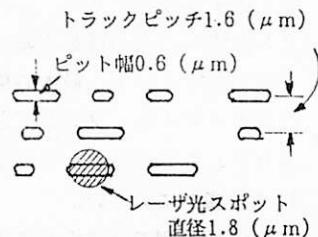
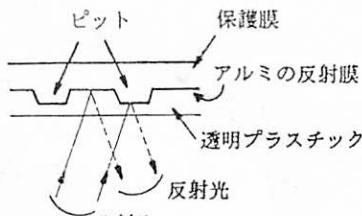
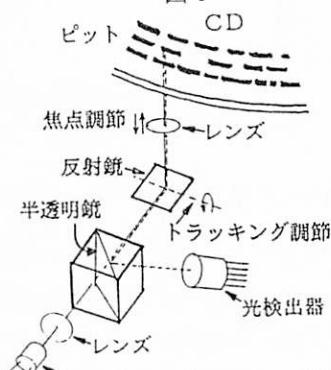

図 3
図 4
図 5
次に CD の機構について説明しよう。ピカピカに光る CD の円盤には図 3 のようなくぼみがある。このくぼみをピットと呼び、規則正しく並べられ一つのピットの幅は 0.6 ( $\mu\text{m}$ )、長さは 1~3 ( $\mu\text{m}$ ) 程度で、隣の列までの距離は 1.6 ( $\mu\text{m}$ ) で非常に狭い。いま 1 枚の CD のピット数を計算すると、サンプリング周波数を 44.1 KHz、および 16 ビットとすると、音を 1 秒間出すためにビット数は  $44.1 \times 10^3 \times 16 = 7.05 \times 10^5$  (約 70 万ビット)、1 枚の演奏時間が 50 分であるから  $7 \times 10^5 \times 50 \times 60 = 2.1 \times 10^9$  (21 百個) 存在する。もちろん個々のピットは特殊な顕微鏡を使わないと見られないが、細かいピットが集まっている証拠に、自然光で面を見ると虹色が見られる。これは空中の微細な水滴に太陽光が当たると虹を発生するのと同じ原理で小さなピットの集まりなことが分かる。さて、このピットを作るにはレーザ光を使用する。まず全面に薄い感光剤を塗った回転している円盤に、音声のデジタル化で得られたパルスでオン、オフしたレーザ光を当て露光して現像、定着処理を行う。その結果、光の当った部分のみが残り他は洗い流されるので凹凸がある原盤が作られる。これをプラスチック盤に転写し、それに図 4 のように薄いアルミの反射膜を付け、さらにその上に保膜を付けて、直径 12 セ
次に CD の信号を読み出す再生のメカニズムは、半導体レーザからのレーザ光を図 5 のような経路を経て CD のピットに当て、その反射光をホトダイオードの光検出器で受ける。ここで何故、レーザ光を使用するかは、①直径 1.8 ( $\mu\text{m}$ ) という非常に細く絞れる、②光の位相が揃って（全ての光の波の山と谷が一致すること）いるので、2つの光の間に干渉が生じる、ためである。そこで図 4 の 2つの反射光は、ピットの適当な深さにより光の走行距離に差を生じ、お互いに干渉し合って弱まるため光検出器の出力が低下するので、ピットの存在によりパルス列の受信信号が得られる。ところで非常に細かいトラック（1ミリ当たり約600本）を、どのように一定回転でなく、CD ではどのようにして周辺を遅く中心部を速く回転して一定の追跡速度を得ているのか、また、図の反射鏡の角度を常に最適位置に保つなどはサーボ機構の働きによる。すなわちサーボ機構には光検出器で得られた差信号が入力され、常にレーザ光がトラック上に焦点を結び、さらに光検出器を4個の素子に分割してレーザスポットが正しい位置にあれば、個々の素子からの出力電圧はバランスしているが、もしトラック及び焦点からずれると、それぞれの素子の出力電圧がアンバランスになり、その差でサーボ機構を駆動するようになっている。